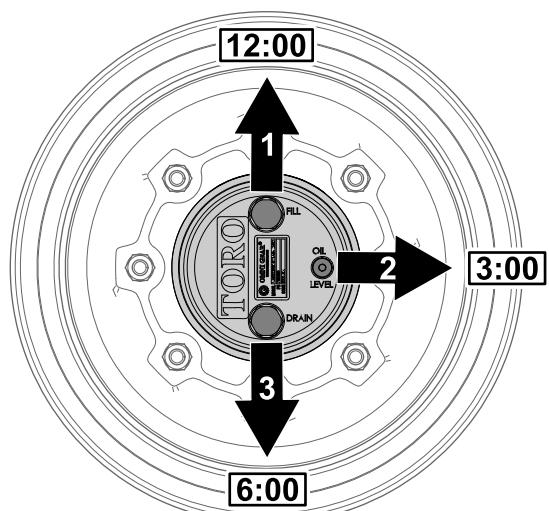

Рисунок 65
положении «12 часов», пробка контрольного отверстия – в положении «3 часа», а пробка сливного отверстия – в положении «6 часов» (Рисунок 65).
2. Снимите пробку контрольного отверстия, расположенную в положении «3 часа» (Рисунок 65).
1. Припаркуйте машину на ровной поверхности, расположите колесо так, чтобы пробка заливного отверстия находилась в положении «12 часов», пробка контрольного отверстия – в положении «3 часа», а пробка сливного отверстия – в положении «6 часов»; см. Рисунок 65 в разделе Проверка масла в планетарном редукторе \(страница 67\).